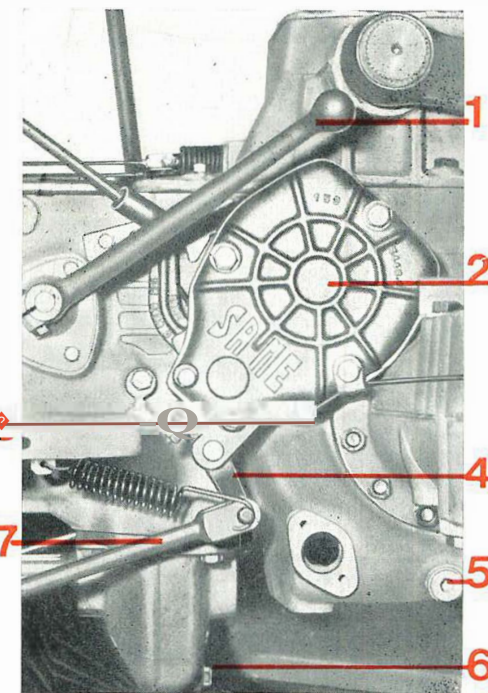

fig. 32
Remplacer l'huile toutes les 300 heures de travail ou, en tout cas, avant l'expiration du terme de garantie, et après toutes les 3000 heures de travail. La vidange se fait par le bouchon situé sur le côté gauche sous le support de l'arbre de la roue gauche (5 fig. 32), par le bouchon situé sous le carter de la boîte de vitesses et par le bouchon du carter de l'engrenage de la prise de force pour la traction avant dans les tracteurs 4 RM (6 fig. 32).
- 2 ôter l'axe de la chape avant de la tringle de commande du frein (7 fig. 32) qui restera libre;
- 3 desserrer le contre-écrou (3 fig. 32) de l'écrou de réglage du frein et resserrer cet écrou
- 4 tirer à fond vers le haut la pédale du frein et régler la longueur de la tringle de commande du frein (7 fig. 32) (en dévissant ou vissant la chape avant) de telle façon que l'on puisse introduire aisément l'axe qui l'unit au bras de la pédale avant;
Observer les empreintes sur la chaussée. Si elles sont égales et commencent sur la même ligne transversale, le réglage est bon; dans le cas contraire, il faut desserrer de 1/6 de tour l'écrou de la tringle (7 fig. 32) du frein qui agit davantage, à savoir celui qui freine d'abord. Veiller à ce que la roue qui freine moins n'ait pas les garnitures imbibées d'huile.